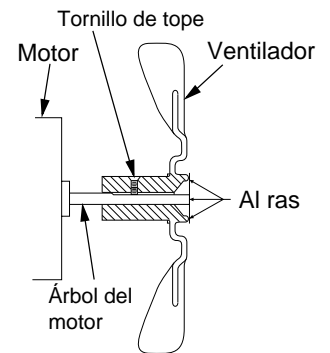

Figura 10 - Vista lateral del ventilador
6. Vuelva a colocar el ventilador en el árbol del motor. Coloque el buje del ventilador al ras con el extremo del árbol del motor (consulte la figura 10).